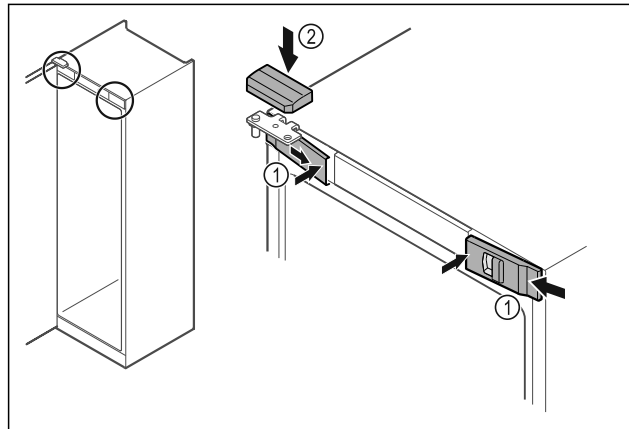

Fig. 55
- ▶ Z boku założyć przednie osłonki Fig. 55 (1) i zazępić.
- ▶ Górną osłonkę Fig. 55 (2) zazępić od góry.